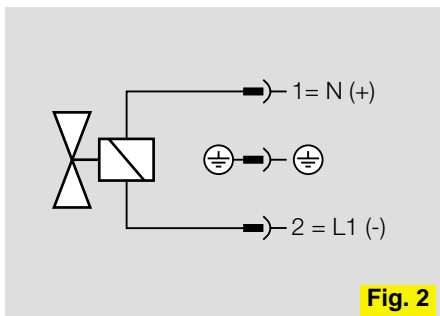

Fig. 2
- mit Gerätestecker nach ISO 4400 (VS..6) Fig. 2
- with appliance plug to ISO 4400 (VS..6) Fig. 2